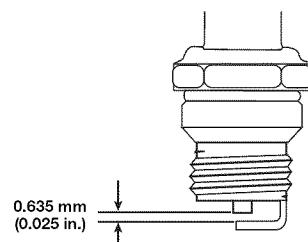

Fig. 32
1. Apague el motor y espere que se enfrie. Quite los seis (6) tornillos de encima de la tapa del motor con un destornillador de pala o Torx #25 (Fig. 32).
4. Cambie las bujías que estén rajadas, sucias o deterioradas. Fije la separación de aire a 0.635 mm (0.025 pulgadas) utilizando un calibrador (Fig. 32).